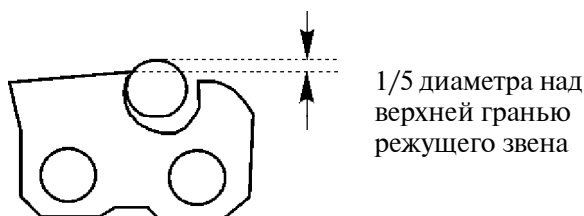
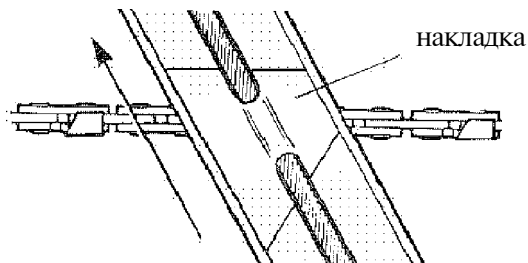

Рисунок 2.14
Рисунок 2.15
2.11.1.1 Для заточки непосредственно на бензопиле необходимо хорошо натянуть пильную цепь на шине. Заточку производить круглым цилиндрическим напильником диаметром 5,5 мм (КЦН-5,5). Следить за тем, чтобы 1/5 часть (20%) диаметра напильника всегда выступала над верхней гранью режущего звена, см. рисунок 2.14. Самый простой способ удержания напильника в таком положении - это применение специальной направляющей накладки, см. рисунок 2.15, которая позволяет выдерживать режущий угол и угол заточки верхней грани.